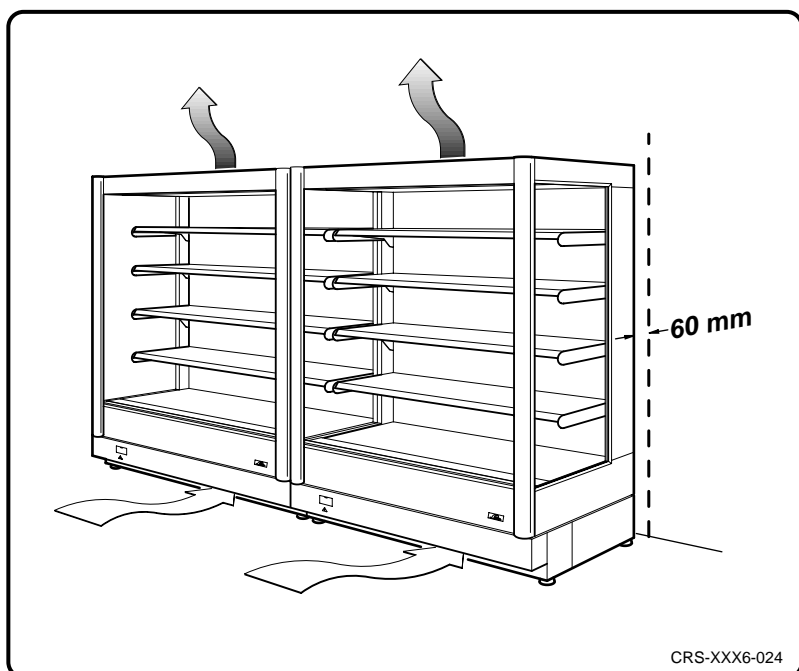

Fig. 7
- emplazamiento en línea en una pared (fig. 7)
- Instalação em série numa parede (fig. 7)
- Geschakelde plaatsing aan een wand (afb. 7)